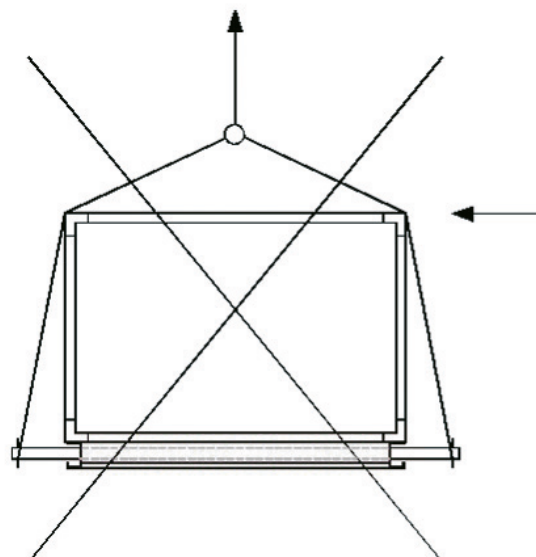

Bild 8
- Det är ej tillåtet att utföra lyft utan distansreglar (bild 8) eftersom detta kan skada höljet.